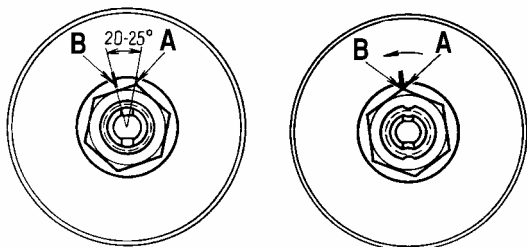

Рис. 4-5. Затягивание и регулировка подшипников ступицы переднего колеса:
- на шайбе сделайте метку В (рис. 4-5), затем отпустите на 20-25° гайку до совпадения первой кромки А с меткой;